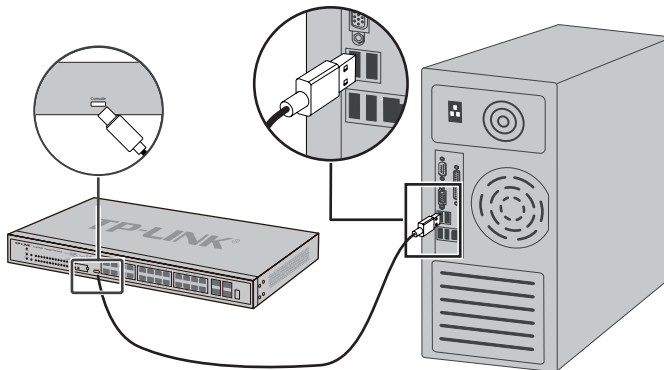

图3-4 Type-C Console端口连接示意图
2. 交换机原装电源线连接交换机与电源插座，如图3-4所示。